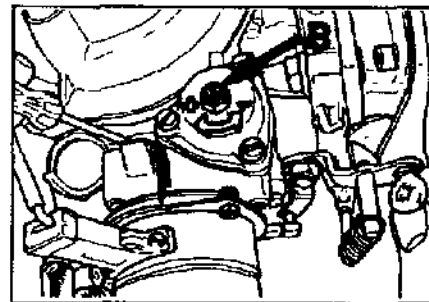

Рис.6 Регулировка уровня СО.
- в) Нажатием на рычаг дроссельной заслонки установить обороты двигателя 2000 - 2200 об/мин. Используя небольшую отвертку, нажать на рычаг с обратной стороны пускового устройства (Рис.6) в направлении к двигателю до упора в стержень диафрагмы.
- ж) Если значения отличаются от заданных, то регулировка проводится с помощью винта (В) (Рис.6).